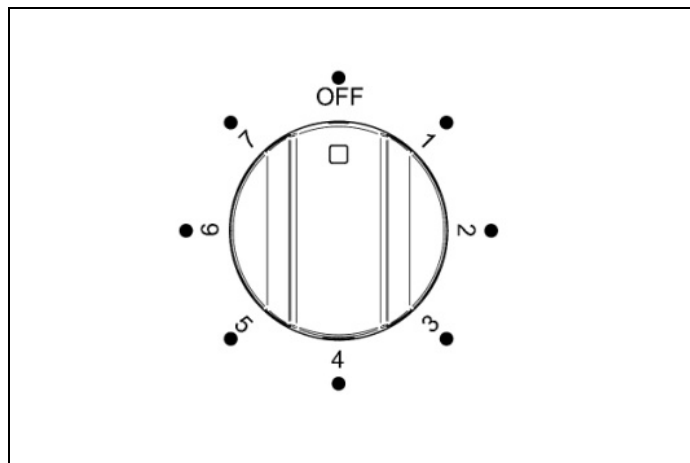
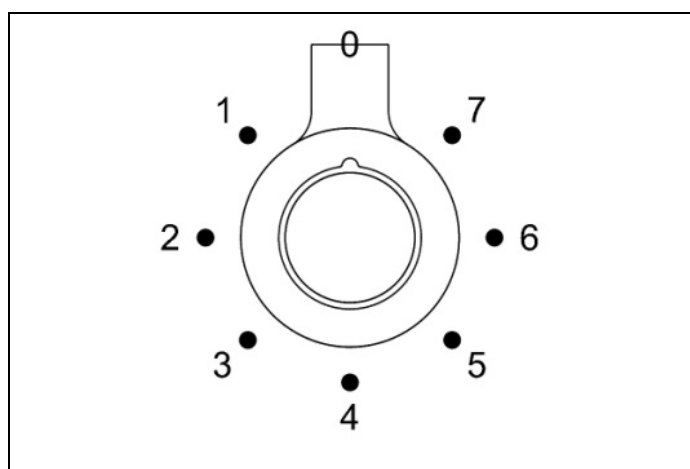

Fig. 13
Fig. 14
- 2) Vrid grillvredet (Fig. 13 och Fig. 14) medurs till läge 7 för maximal effekt. Den röda termostatlampen tänds. För bästa resultat måste grillen förvärmas i 3–5 minuter.